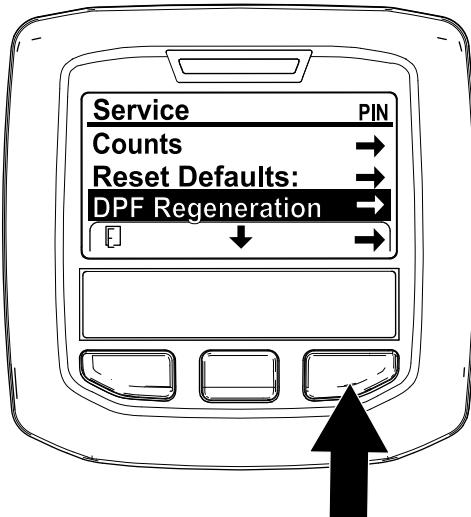

Figura 31
1. Acceda al menú Service (Servicio), pulse el botón central para desplazarse hacia abajo, hasta la opción DPF REGENERATION (Regeneración de DPF) (Figura 31).
- Pulse el botón derecho para seleccionar la opción DPF Regeneration (Regeneración de DPF) (Figura 31).